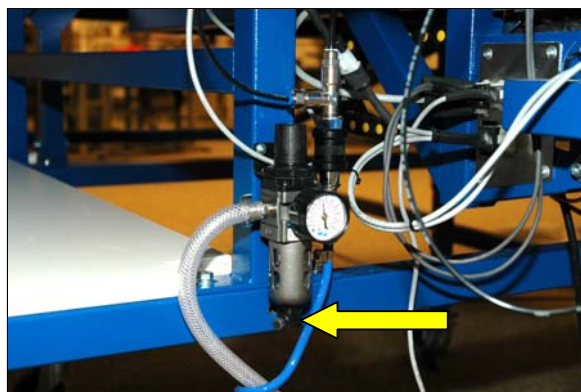

Figure 22 Gobelet de condensation du système d'air comprimé
- ▶ Appuyer sur la touche sous le gobelet (Figure 22) et récupérer l'eau de condensation.